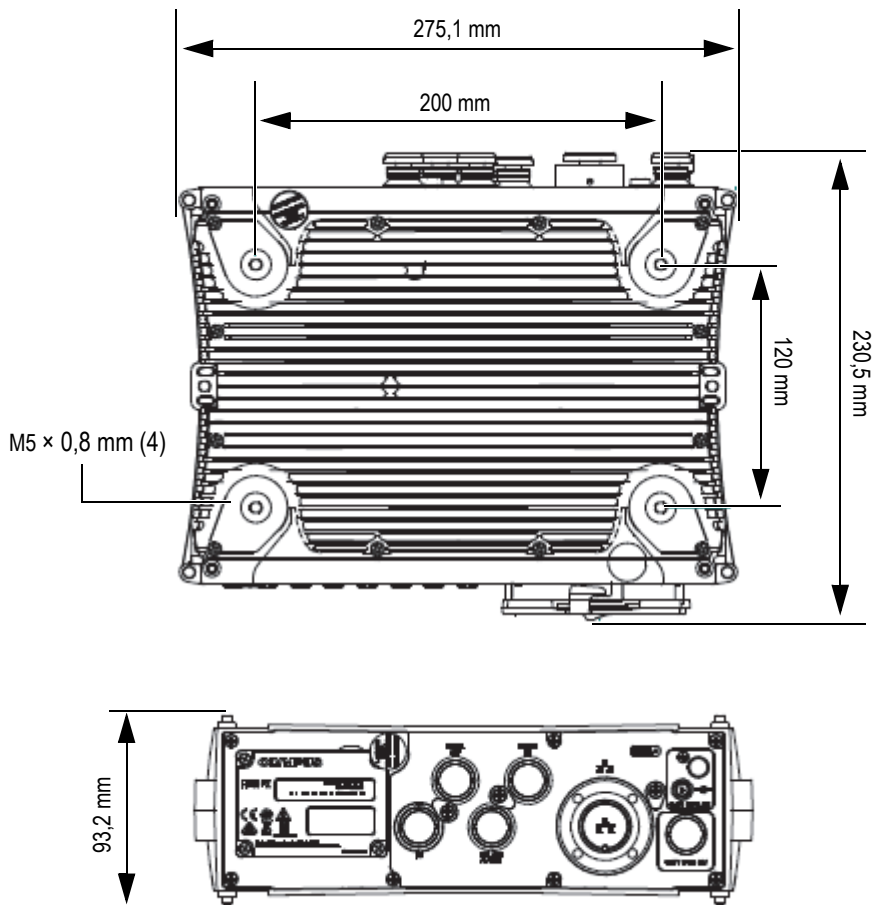

Figura 2-6 Filetti di fissaggio e relative misure
- ◆ Fissare lo strumento FOCUS PX sullo scanner mediante le quattro viti M5 avvitate nei fori posizionate nella parte superiore e inferiore dello strumento (vedere Figura 2-6 a pagina 38). La profondità del filetto è di 9 mm.